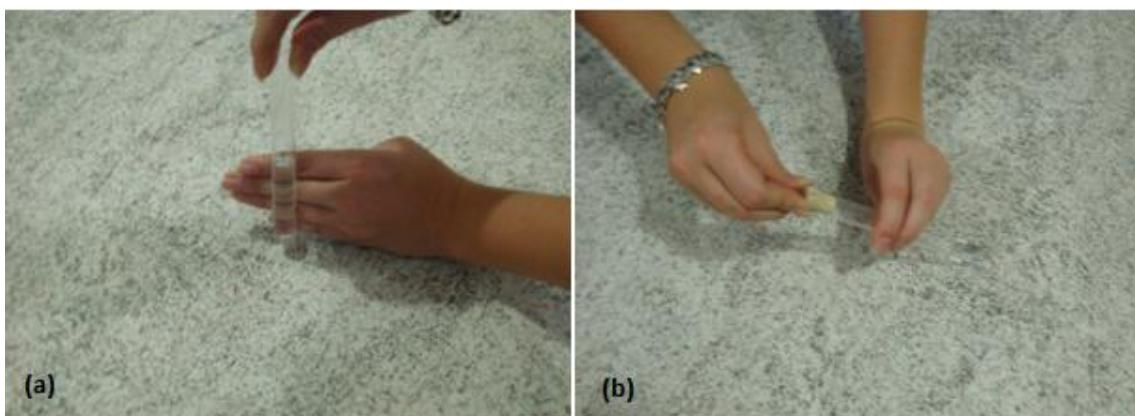

Figura 8. Colocar água no tubo de ensaio.
- 8) Antes de colocar o tubo de ensaio no suporte do sistema, colocar um pouco de água no tubo, cerca de 4 dedos, como mostra a figura 8.a. Após isso, tampar o tubo de ensaio com a rolha, deixando-a bem pressionada (figura 8.b).